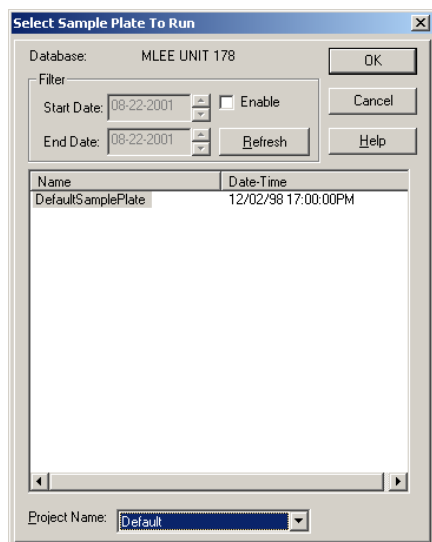

图 1.16 选择要运行的样品板对话框
2. 在 **Select Sample Plate To Run**（选择要运行的样品板）对话框（图 1.16），选择所需的项目和样品板并单击 **OK**（确定）。